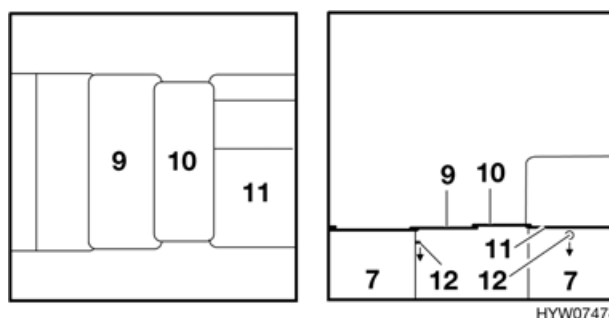

Fig. 35 Durante la trasformazione
- Premere il dispositivo di bloccaggio (Fig. 35,12) della piastra del sedile Vario (Fig. 35,11) verso il basso.
- Premere il dispositivo di bloccaggio (Fig. 35,12) della piastra del sedile (Fig. 35,9) verso il basso.
- Sfilare la tavola aggiuntiva (Fig. 35,10) dalla piastra del sedile. La tavola aggiuntiva è fissata alla piastra del sedile tramite un nastro in velcro e può essere staccata con facilità.